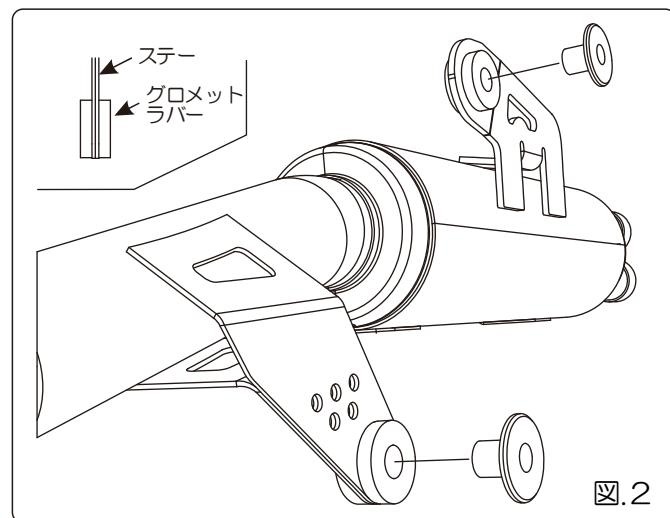

図.2
- ・テールパイプ COMP（②）ステー2か所へグロメットラバー（⑧）を挿入してから、グロメットカラー（⑦）を、挿入します。（図.2 参照）